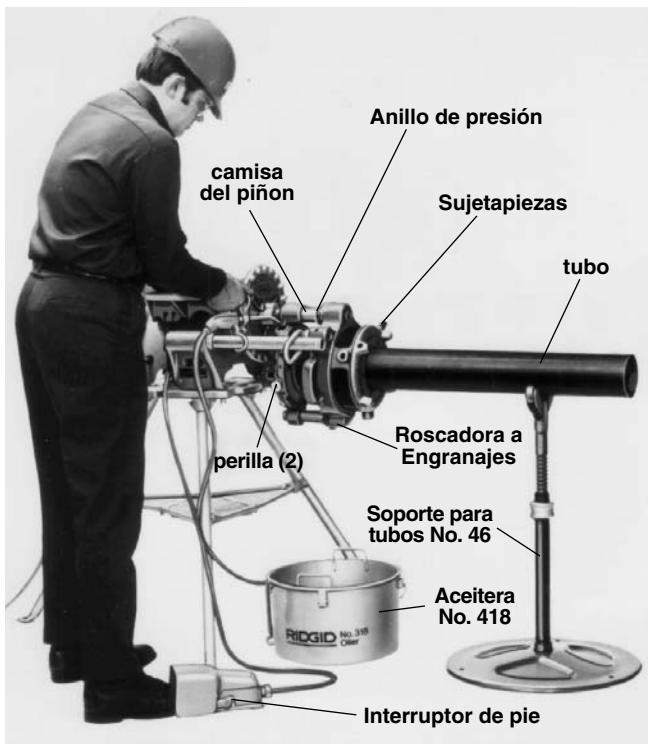

Figura 21 – Roscado de tubos con la Roscadora a Engranajes No. 141 (método de acoplamiento cercano) (la No. 161 es similar)
6. Sostenga el tubo con un soporte para tubos (*Figura 21*). Sitúe el soporte a unos $2\frac{1}{2}$ pies de la roscadora.
9. Sitúe la Aceitera No. 418 directamente debajo de la roscadora (*Figura 21*).